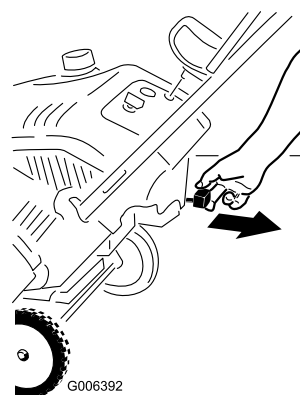
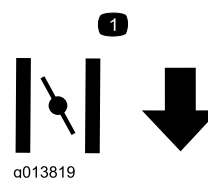

Figure 14
Figure 15
2. Tirez la commande de starter (Figure 14 et Figure 15).